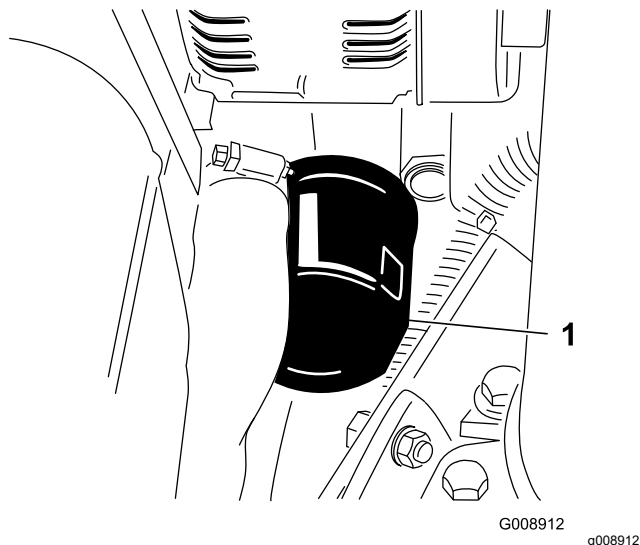

Figura 62
3. Togliete il filtro dell'olio (Figura 62).